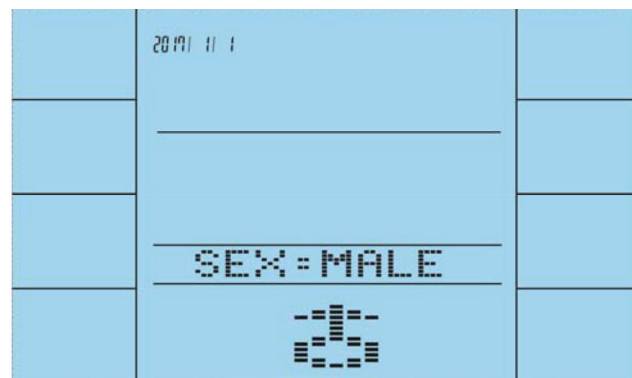

Fig. 7
7. Indtast brugerdata om køn, alder, højde og vægt (fig. 7 til 10).